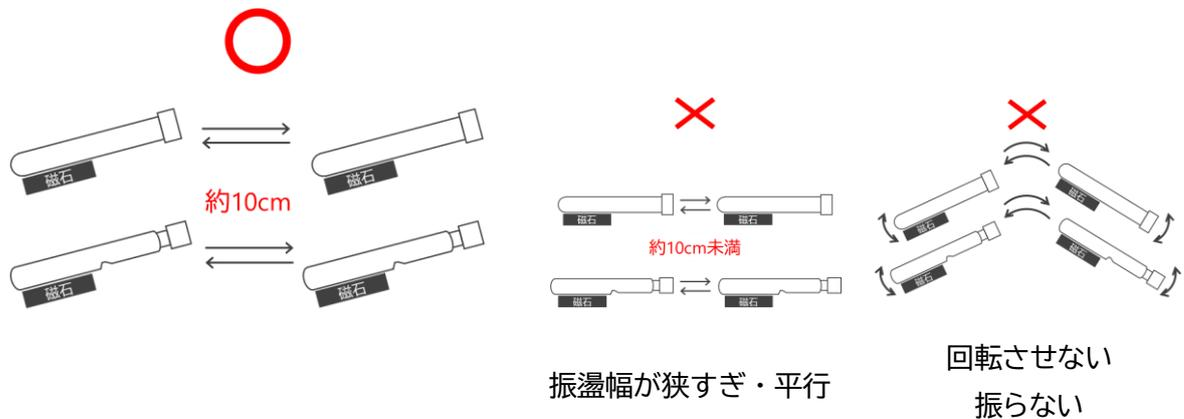

図 2. 工程 11 の反応チューブ振盪
11. レイトンチューブの場合は、反応チューブの平らな面を磁石に向けて磁石スタンドに装着、磁石面を下にして、反応チューブを傾けて 30 秒間程度穏やかに振盪します(図 2)。 12:43 (動画工程 12)